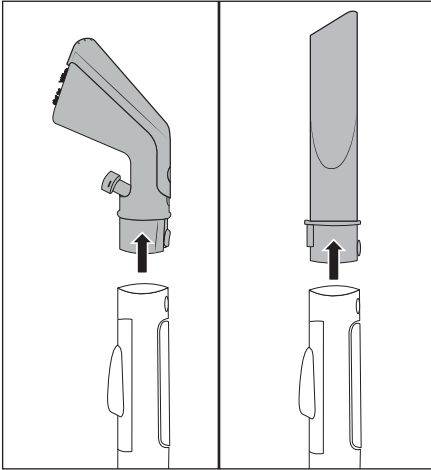

Fig. 8
- Tryk på låseknappen 25/32 og tag polstermundstykket 22 eller fugemundstykket 29 af sprøjte-/sugeslangen 19 (se fig. 8).